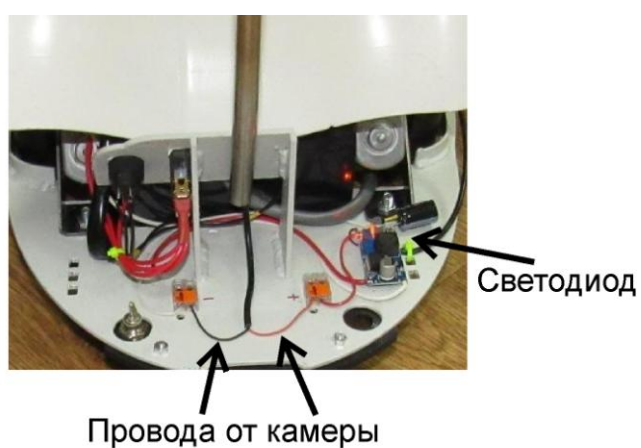

Рис. 6.2. Подключение проводов от камеры к клеммам питания
- подсоедините красный провод от камеры к клемме "+" (рис. 6.2), второй провод - к клемме "-";